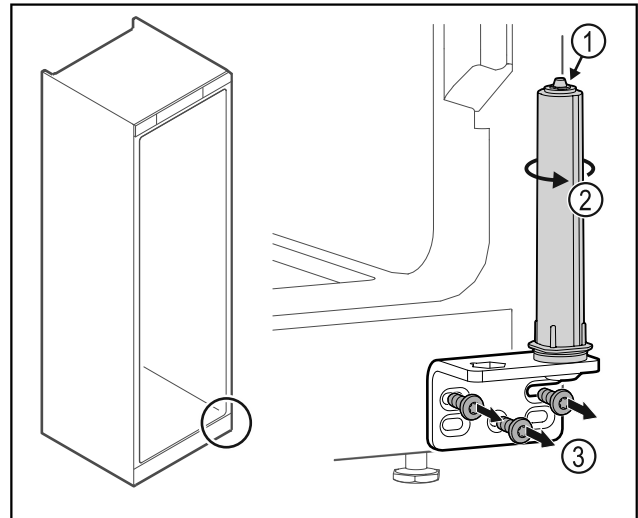

Fig. 33
- Nerozebírejte uzavírací systém dvířek Fig. 33 (1).
- Otáčejte uzavíracím systémem Fig. 33 (2), dokud nezacvakne.
- Odšroubujte úhelník závěsu Fig. 33 (3).